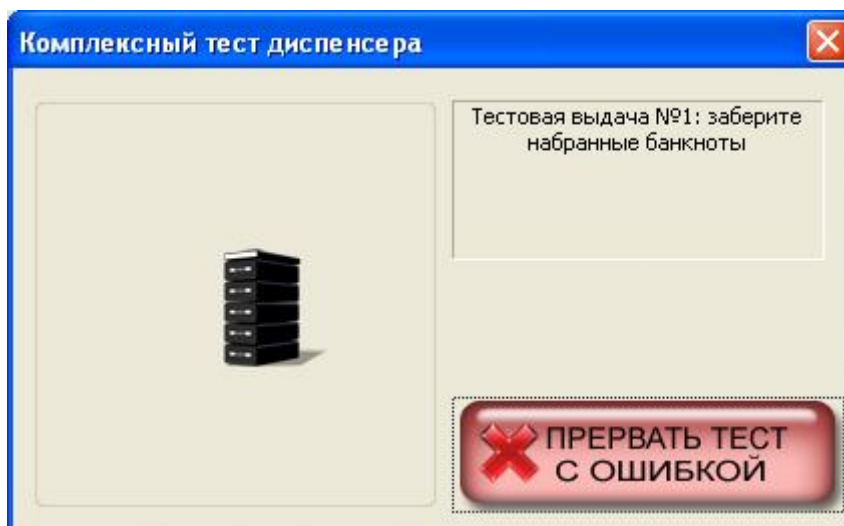

Рисунок 3.37 – Тестовая выдача
- В циклов выдачи: по `FIRST_CASSETTES_SET_DELIVERY_BUNDLE_SIZE` листов из каждой кассеты, в сумме не более 100 листов (**Рисунок 3.37**).